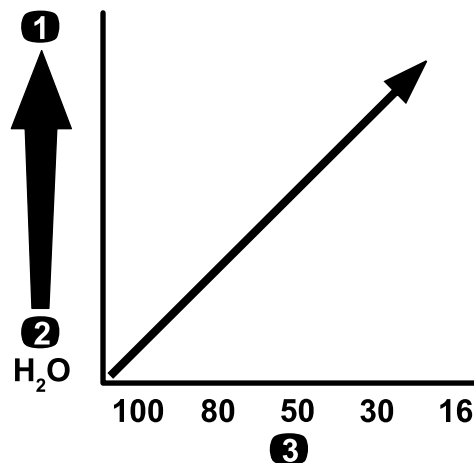

図 78
**重要** 粘度の高いドロドロした薬剤や、ウェットブル水和剤を散布する場合には、オプションの目の粗い圧力フィルタが必要になる場合があります 図 78を参照。